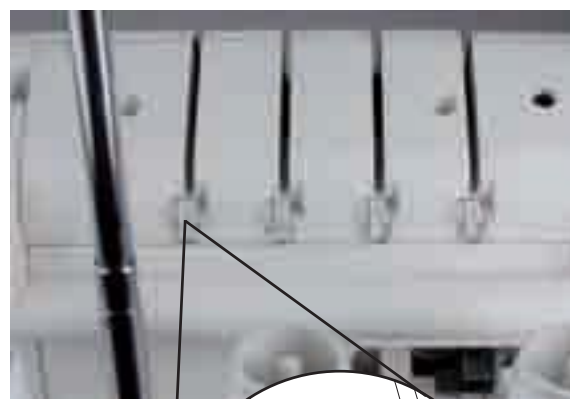

Fig. 20
1. Ghidați firul din spate spre față prin antenna de ghidare a firelor **1** (1).
2. Înfilăți firul în ghidaj trăgând firul în jos până când alunecă sub ghidaj (2) (fig. 20).